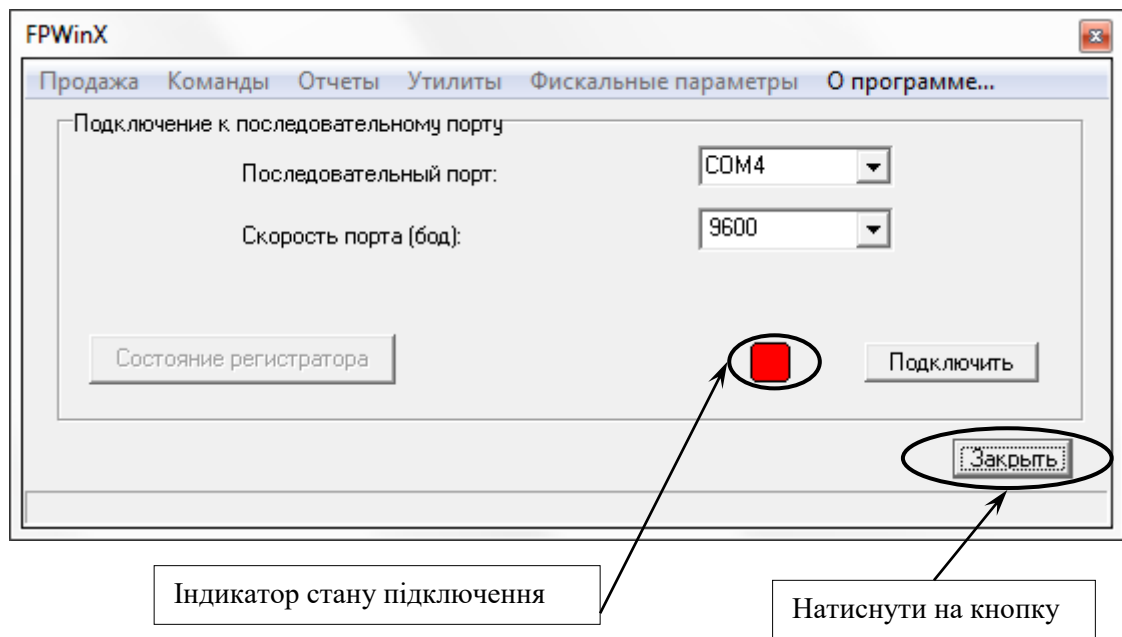

Рисунок 40
– у вікні програми «FPWinX.exe» індикатор стану підключення змінить колір на червоний (рисунок 40).
– закрити програму «FPWinX.exe» (рисунок 40);